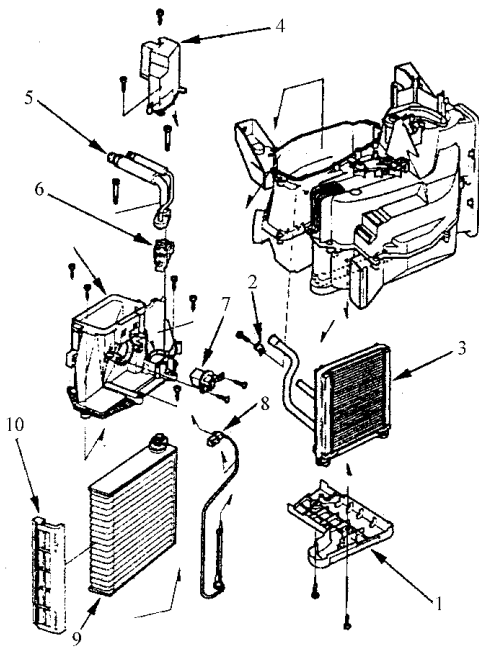

图 10-30 拆卸管路罩
9) 如图 10-30 所示，拆卸自攻螺钉和管路罩。拆卸自攻螺钉和管路夹，然后，小心拉出加热器芯，不要弄弯进、出口管路。
① 不要互换进、出口加热器软管，不要把软管夹子夹得太紧。
② KZ、KP 和 MA 以外车型，调整空气混合控制拉线、模式控制拉线和再循环控制拉线。
③ 确保冷却液无泄漏。
④ 确保空气无泄漏。
⑤ 执行 PCM 怠速学习程序。
⑥ 执行电动车窗控制装置复位程序。
⑦ 输入无线电装置的防盗密码，然后，输入用